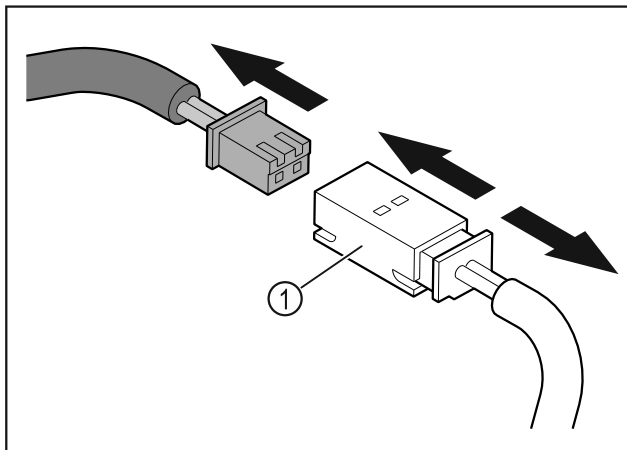

Fig. 13
- ▶ Rozłączyć wtyczkę i złącze wtykowe Fig. 13 (1).